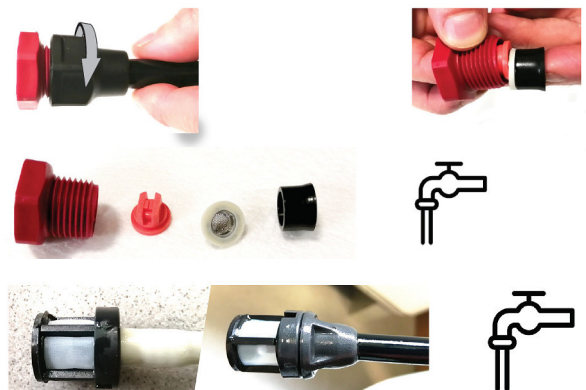

Abb. 19: Reinigung der Düse und Filter der Sprühpistole
- Filter B vom Körper E entfernen (Bild 19)
- Wasser in den Außenbehälter D1 oder in den Behälter mit Flüssigkeitsventil D (Bild 19) gießen.
Befolgen Sie die Reihenfolge in der Abbildung 19 um die Düsen und Filter der Sprühpistole zu reinigen.